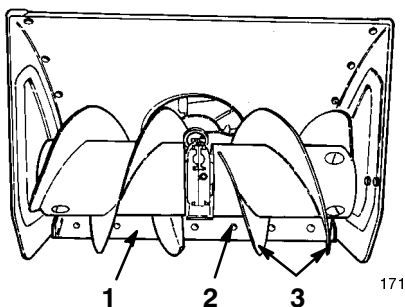

Figure 35
5. Desserrez les vis de carrossier qui fixent la lame racluse au carter de la tarière (Fig. 35).
6. Placez un support sous les lames de la tarière (Fig. 35) pour qu'elles se trouvent à 3 à 6 mm au moins de la surface du sol.